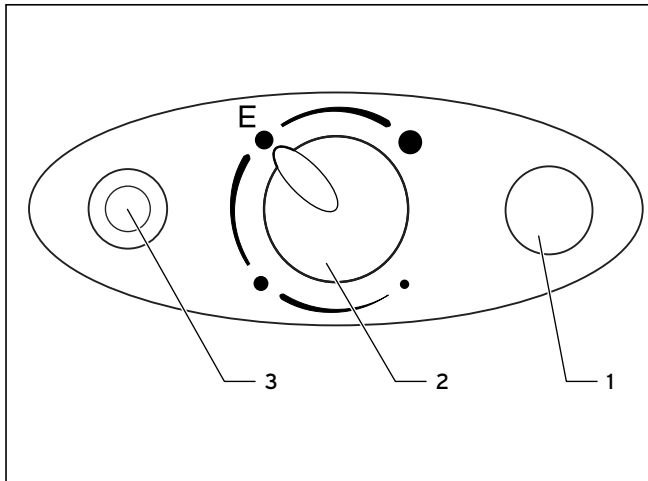

Рис. 4.2 Панель управления
В сетях с низкими тарифами (тарифами слабой нагрузки) VEH exclusiv/pro можно подключить по схеме двухтарифного подключения. В этом случае, во время действия низкого тарифа предприятие энергоснабжения включает основную нагрузку. На протяжении этого времени регулятор температуры автоматически включает и выключает мощность на нагрев. При необходимости, нажав на кнопку (3, рис. 4.2), можно активировать "Быстрый нагрев" VEH exclusiv/pro. По достижении выбранной температуры воды быстрый нагрев выключается и не включается снова. Работа VEH exclusiv/pro во время быстрого нагрева обозначается жёлтой сигнальной лампой.
VEH exclusiv/pro однократно нагревает водяной объём при нажатии кнопки (3, рис. 4.2). В течение этого времени горит жёлтая сигнальная лампа. Каждый процесс нагрева включается отдельно нажатием кнопки (3).